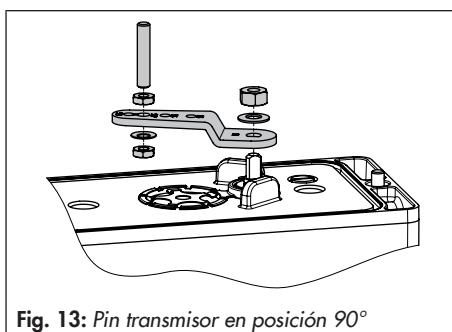

Fig. 13: Pin transmisor en posición 90°
1. Montar el bloque adaptador (1) con cuatro tornillos de fijación (2) en la interfaz NAMUR del accionamiento.
2. Montar la rueda de arrastre (3) en el eje del accionamiento. Utilizar el adaptador de eje necesario (ver tabla 6, pág. 24).
3. Colocar el adaptador en ángulo (4) en el bloque adaptador (1) y atornillarlo con el tornillo de fijación (5).
4. Colocar pin transmisor en la palanca del posicionador en la posición 90° y atornillarlo (ver fig. 13). Para ello emplear únicamente el pin transmisor largo incluido en el kit de montaje.
5. Colocar el posicionador en el adaptador en ángulo (1) de forma que apoye en la rueda de arrastre (3) del accionamiento.
6. Montar el posicionador con los tornillos de fijación (6) en el adaptador en ángulo (4).
4. Colocar el pin transmisor en la palanca del posicionador en la posición 90° y atornillarlo (ver fig. 13, pág. 56).
7. Montar el amplificador inversor Tipo 3710 (7) en el adaptador en ángulo, utilizando ambos casquillos guía (8), la placa de conexiones (9) y los tornillos de fijación (10) correspondientes.